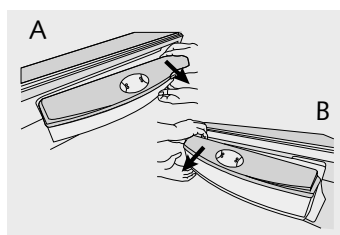

Figura 53
- Presione el lado izquierdo del tanque con suficiente fuerza hasta que encaje perfectamente, luego presione el lado derecho del tanque y verifique que quede bien instalado (figura 53).